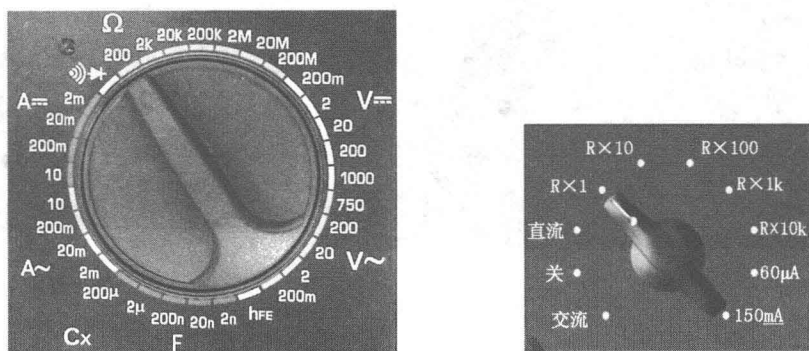

图 1-9 万用表的挡位扳至“欧姆”挡
① 将电路板的电源断开。
② 对电阻器进行观察,看待测电阻器是否损坏,确保无烧焦、引脚断裂、引脚铜箔线断路或虚焊等情况。
③ 用万用表对电阻器进行测量,将万用表的挡位扳至“欧姆”挡。图 1-9 所示为指针式万用表的挡位调节面板, $R \times 1 \sim R \times 10\text{ k}$ 表示测量电阻器的量程范围,对于不同电阻值的电阻器要选择对应的量程范围。